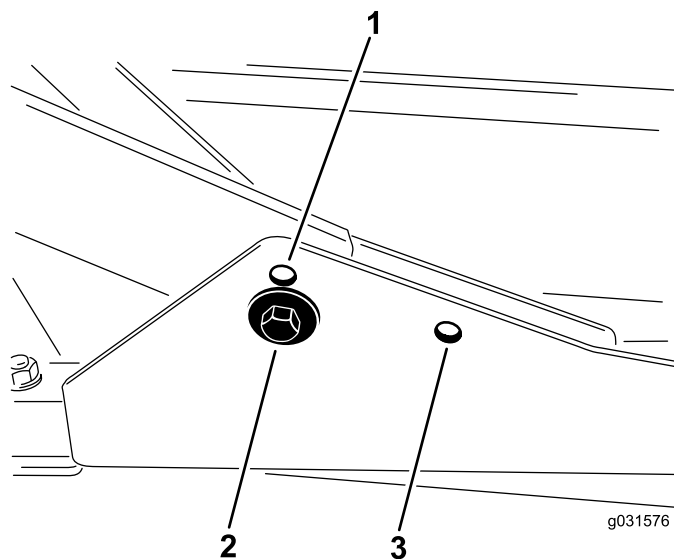

Bild 17
1. Befestigen Sie die vorderen Trägerrahmen für Schnitthöhen von 2 cm bis 7,6 cm in den unteren vorderen Befestigungslochern (Bild 17).
2. Befestigen Sie die vorderen Trägerrahmen für Schnitthöhen von 6,3 cm bis 10 cm in den oberen vorderen Befestigungslöchern (Bild 17).
Befestigen Sie das Heckschneideeinheit für alle Schnitthöhen in den hinteren Befestigungslöchern (Bild 17).